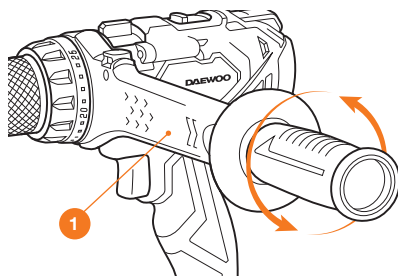

Рис. 4
- Закрепите дополнительную рукоятку поворотом ручки по часовой стрелке (Рис. 4).